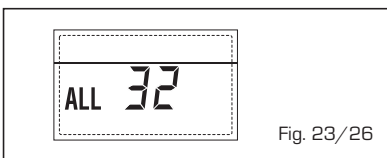

Fig. 23/26
- **ANOMALIA COMUNICAÇÃO PLAQUETA RS-485 EM MODALIDADE MODBUS "ALL 33" (fig. 23/27)**